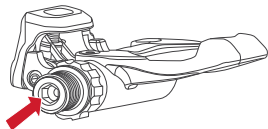

Figure 1. Fixation hexagonale sur l'axe de pédale
3. Avec une clé hexagonale de 8 mm, depuis l'arrière de l'axe de la pédale (Figure 1), serrez les pédales dans la manivelle à un couple de 350-380 livres-pouce (40,2-42,9 Nm).